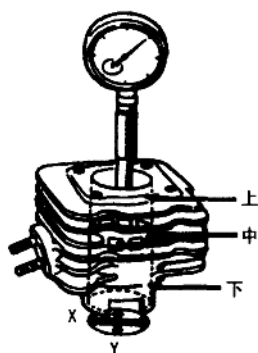

图 1-7 测量气缸内径
(6) 气缸磨损的检测方法: 气缸磨损通常用内径百分表进行测定, 测定部位应按图 1-7 所示的要求, 在活塞销方向(Y—Y 方向)及其垂直方向(X—Y 方向), 选上、中、下三段的六个点各测量一次气缸内径(注意测量时应避开扫、排气口), 将其中最大值作为气缸内径值。若气缸内径值大于使用极限值, 则说明气缸磨损严重, 应镗缸修理或更换气缸体。
(7) 气缸镗缸修理的方法及步骤
① 气缸镗缸尺寸一般分为三至六级, 它是在气缸内径标准尺寸的基础上, 每加大 0.25mm 为一级。即第一级加大 0.25mm, 第二级加大 0.50mm, 第三级加大 0.75mm, 以此类推。
② 用内径百分表测量出气缸磨损后的最大内径, 再加上加工余量 0.1~0.15mm (该数值的选择应取决于设备情况和技术条件), 然后选取与此数值相应的一级的镗缸尺寸, 即镗缸尺寸 = 气缸磨损后的最大内径 + 加工余量。
③ 气缸镗缸尺寸确定后, 就可以选配同级活塞 (活塞与气缸一样具有三至六级)。按选定的活塞来镗缸, 即先测量出活塞裙部的外径, 再按规定的气缸与活塞的配合间隙, 并预留适量的珩磨量来确定气缸的镗缸量。即: